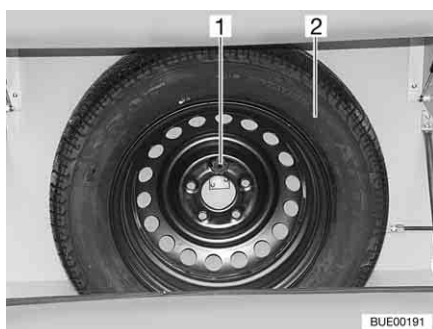

Bild 215 Reservhjulshållare
Reservhjulshållaren är monterad i gasboxen. Reservhjul erhålls (Bild 215,2) mot extrakostnad.
- Bulten (Bild 215,1) lossas.
- Reservhjulet (Bild 215,2) tas ut.